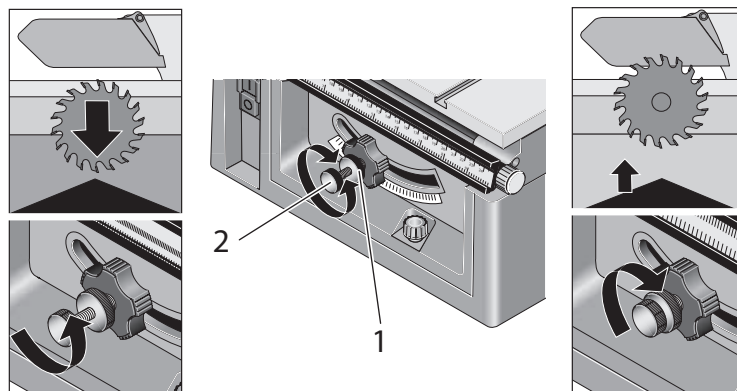

Abbildung 2: Höhenverstellung des Sägeblattes
- Die größere Verstellehreube 1 (Abbildung 2) an der vorderen Bedienfläche lösen und aufdrehen